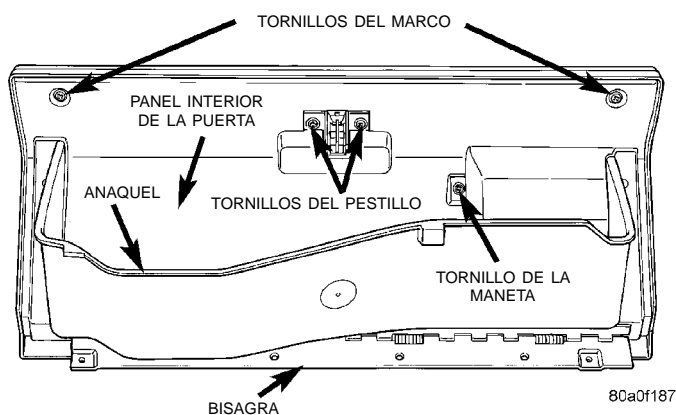

Fig. 18 Componentes de la guantera
(1) Abra la guantera.
(2) Retire los dos tornillos que aseguran el marco en la parte superior del panel interior de la puerta de la guantera (Fig. 18).